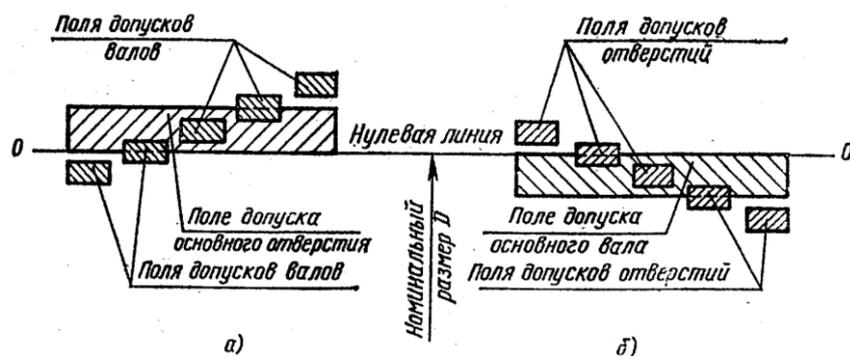

Рис.4. Примеры расположения полей допусков для посадок в системе отверстия (а) и в системе вала (б)
Система допусков и посадок ИСО для типовых деталей машин построена по единым принципам. Предусмотрены посадки в системе отверстия (CA) и в системе вала (CB) (рис.4). **Посадки в системе отверстия** - посадки, в которых различные зазоры и натяги получаются соединением различных валов с основным отверстием (рис.4, а), которое обозначают *H*. **Посадки в системе вала** - посадки, в которых различные зазоры и натяги получаются соединением различных отверстий с основным валом (рис.4, б), который обозначают *h*.